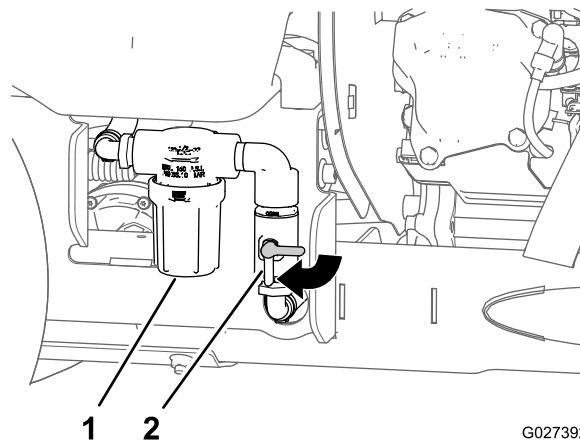

Figure 40
6. Tournez la vanne d'arrêt de la pompe dans le sens horaire à la position OUVERTE (Figure 40).